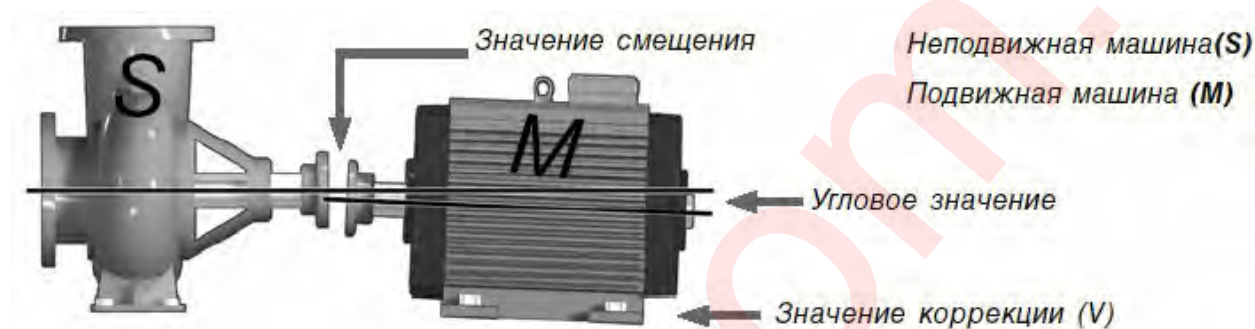

Рис. 3
*Неподвижный механизм (S) – в процессе устранения несоосности положение этого механизма не изменяется.*
*Подвижный механизм (M) – механизм, положение которого регулируется для устранения параллельной и угловой несоосности.*
Измерительная система рассчитывает значения параллельной и угловой несоосности в плоскости муфты (в двух взаимно перпендикулярных плоскостях), а также величину перемещений машины (M), необходимых для устранения этой несоосности. На рис.3 показаны несоосность и значения ее коррекции только для вертикальной плоскости.